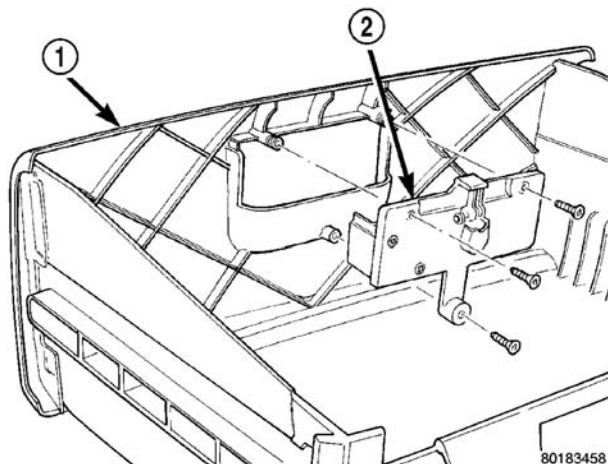

图 46 椅下储物箱锁/闩
- （2）拆卸将椅下储物箱锁/锁闩固定至储物箱的螺钉（图 46）。
- （2）安装螺钉，将锁/闩固定至储物箱（图 46）。